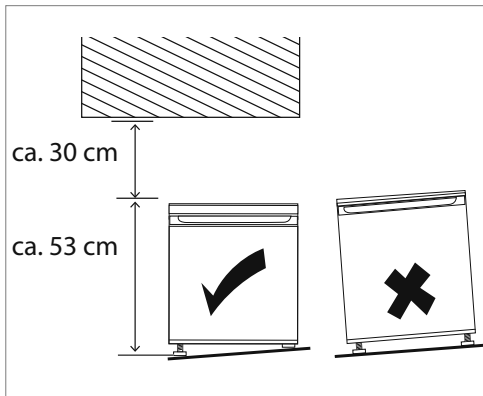

Abb. 1
Um die Gefrierraumtür (2) vollständig öffnen zu können, müssen die unten stehenden Raummaße zur Verfügung stehen (siehe **Abb. 1** und **2**).